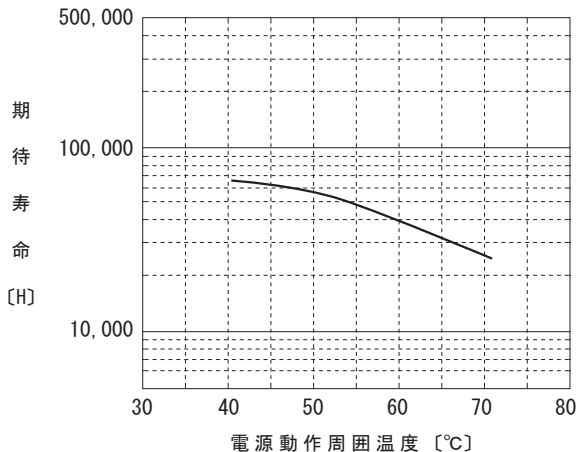

図 4.4 ファン推定寿命
■ 使用条件によってファンの推定寿命 (R(t) = 90%) は図 4.4 のようになりますので、ファンは定期的な交換が必要です。ファンユニットはオプションパーツの項をご参照ください。